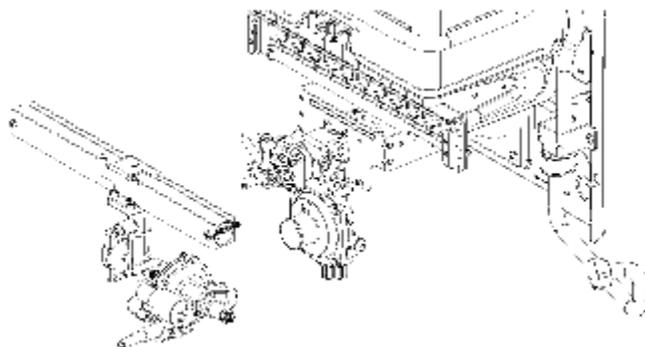

Рисунок 13
2.7.7 Аккуратно снимите коллектор горелки с водяным блоком, перемещая его вдоль штока водогазового блока (рисунок 13)